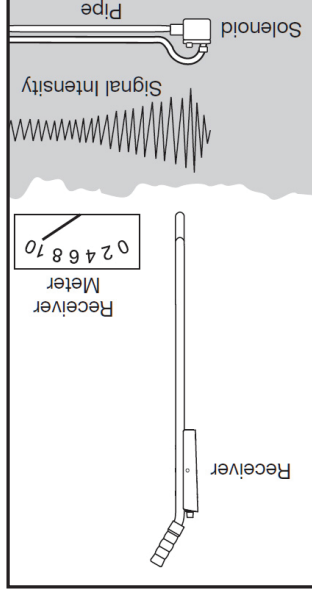

FIGURA 6: Determinación de la profundidad al localizar el extremo de un cable roto
1. Configure el transmisor como en la "Sección de configuración". La respuesta nula estará presente hasta que pase por encima de una válvula de solenoide y luego la señal se volverá sumamente potente. Marque este punto. Verifique alrededor del punto caliente para detectar una respuesta nula que salga de la zona. Si la respuesta nula continúa, siga y marque los puntos calientes adicionales. (Consulte la Figura 6) Si solo se localiza un punto caliente o una válvula, será la válvula en cuestión.